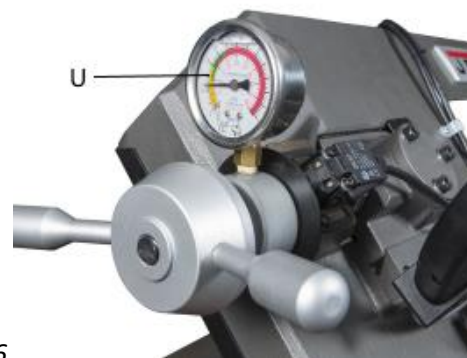

Рис.6
Поворачивайте ручку натяжения до тех пор, пока не будет достигнуто нужное натяжение пилы на шкале натяжения (U) зеленого цвета. (рис.6) Капните на ленточное полотно несколько капель маловязкого масла. Станки комплектуются одним ленточным полотном. Для правильного выбора шага зуба ленточного полотна, подходящего для отрезки Ваших заготовок, пользуйтесь таблицей подбора полотен в каталоге JET или инструкции. **ВНИМАНИЕ:** при чрезмерном натяжении возможен разрыв полотна, при недостаточном - проскальзывание ведущего шкива, закусывание полотна в заготовке или увод от перпендикулярного реза.